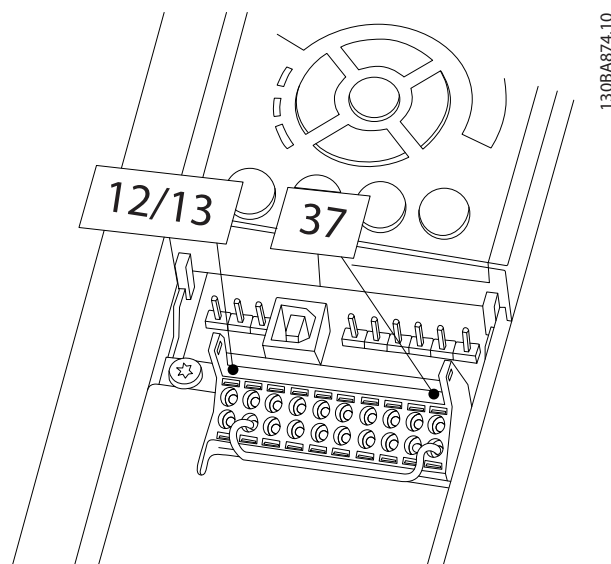

Рисунок 2.35 Перемычка между клеммой 12/13 (24 В) и клеммой 37
1. Снимите перемычку между клеммами управления 37 и 12 либо 13. Разрезать или разорвать перемычку недостаточно, это не сможет защитить от короткого замыкания. (См. перемычку на *Рисунок 2.35*.)
Если в строке состояния в нижней части LCP отображается сообщение AUTO REMOTE COASTING (Автоматический удаленный сигнал останова выбегом) или *Аварийный сигнал 60, Внешн.блокировка, устройство готово к работе, но не хватает входного сигнала на клемме 27. Для получения дополнительной информации см. Рисунок 2.35.*